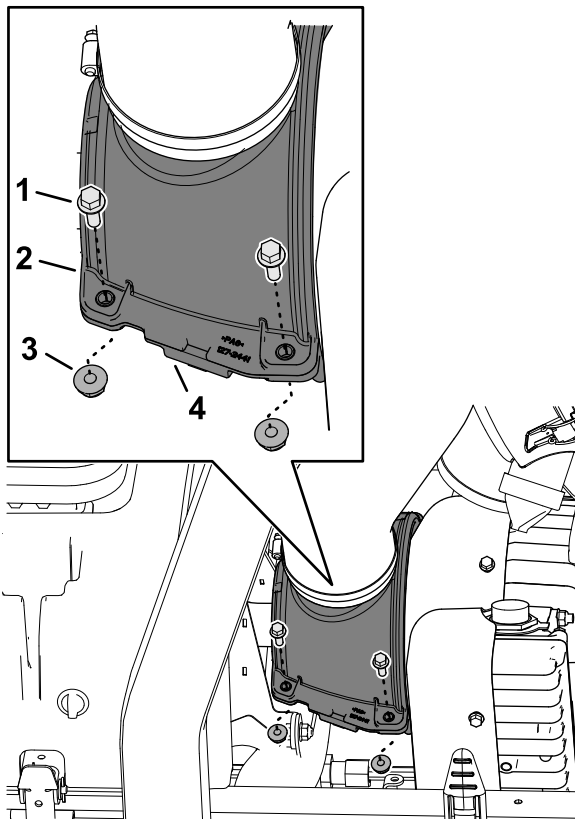

图 66
1. 卸下固定上、下发电机冷却空气罩的 4 个凸缘头平头螺丝和 4 个凸缘锁紧螺母 图 66。